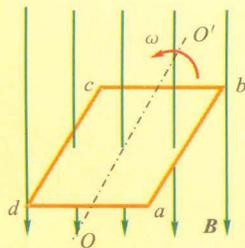

图 2-1-10
2. 如图 2-1-10 所示, 单匝线圈 $abcd$ 边长为 20 cm, bc 边长为 10 cm, 绕垂直于磁场方向的轴 OO' 匀速转动, 转速为 50 r/s, 设磁感应强度 B 为 0.01 T. 求: